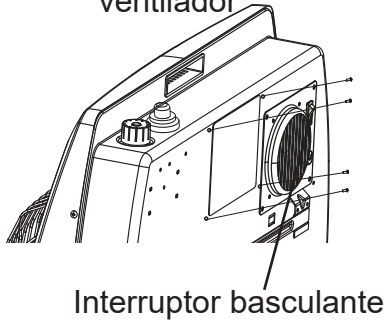

Fig. 11 - Ventilador de operación
3. Este ventilador está equipado con ajustes manuales "MAN" y automáticos "AUTO" (consulte la Fig. 11 en la página 12). Coloque el interruptor basculante en "MAN" para el modo manual, permitiendo que el ventilador funcione continuamente hasta que el interruptor basculante vuelva a la posición OFF "O". Coloque el interruptor basculante en "AUTO" para el modo automático, que encenderá y apagará el ventilador según la temperatura ambiente de la habitación. El ventilador puede tardar de 5 a 10 minutos en encenderse cuando la unidad está fría.